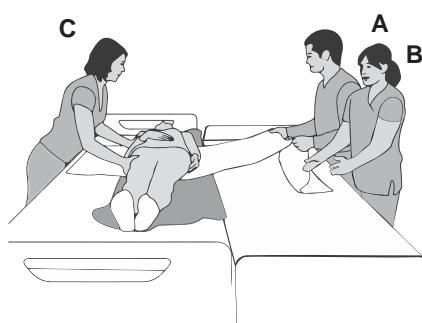

図14
6. (介助者AおよびB) 同時に追加シートを引っ張り、移乗先の側に立ち、移乗の安全を確認します。(図14を参照)